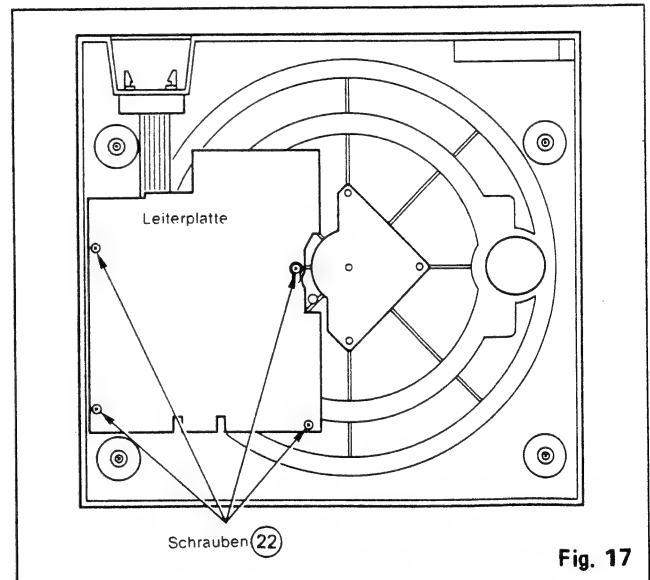

Fig. 17
- 2) Die Leiterplatte ist mit den vier Schrauben 22 befestigt (siehe Abb.17)